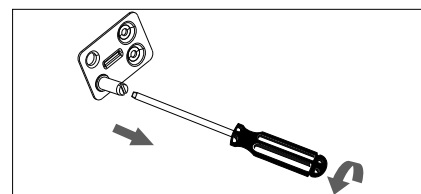

Fig. 6
- ▶ Enlevez le tenon de charnière à l'aide d'un tournevis plat (fig. 6).